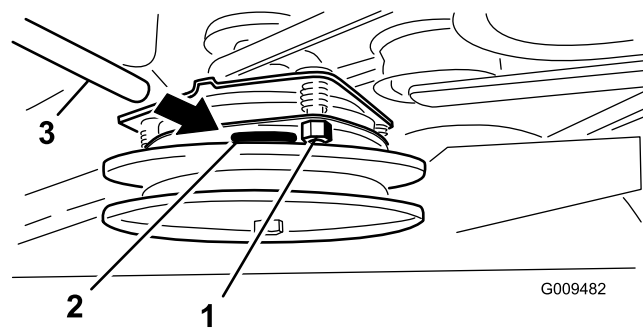

Figure 62
2. Si un réglage est nécessaire, utilisez une jauge d'épaisseur de 0,381 mm (0,015") pour régler chacune des trois positions des fentes de réglage. Serrez les contre-écrous jusqu'à ce que la jauge d'épaisseur fléchisse légèrement mais puisse bouger facilement dans l'entrefer (Figure 62).